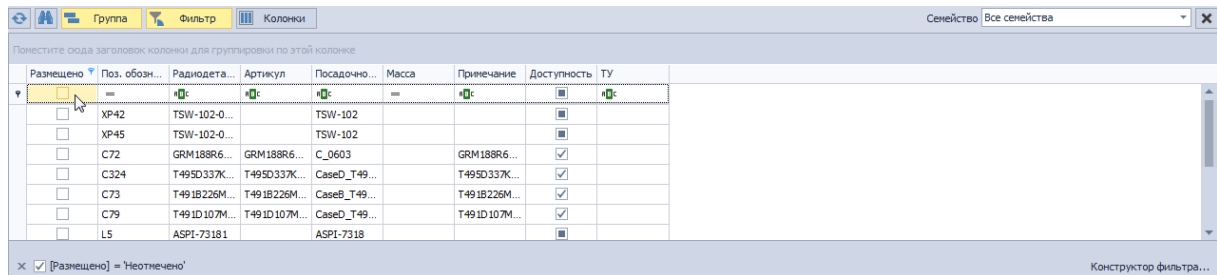

Рис. 102 Отображение неразмещенных компонентов в панели «Поиск объектов»
2. Снять все отметки в строке фильтра колонки «Размещено», чтобы отобразить только неразмещенные компоненты, см. Рис. 102.